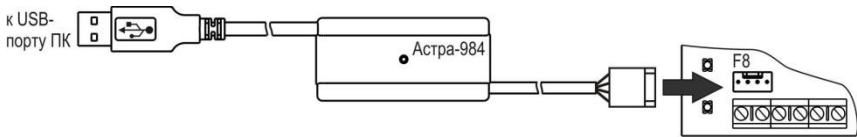

Рисунок 3
- 5) подключить блок сопряжения «Астра-984» к порту USB ПК и вилке **F8** прибора (рисунок 3);